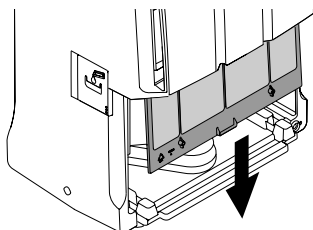

Fig. 6
- For å fjerne luftfilteret, fjern først beholderen og ta ut filteret ved å trekke det nedover (fig. 6).